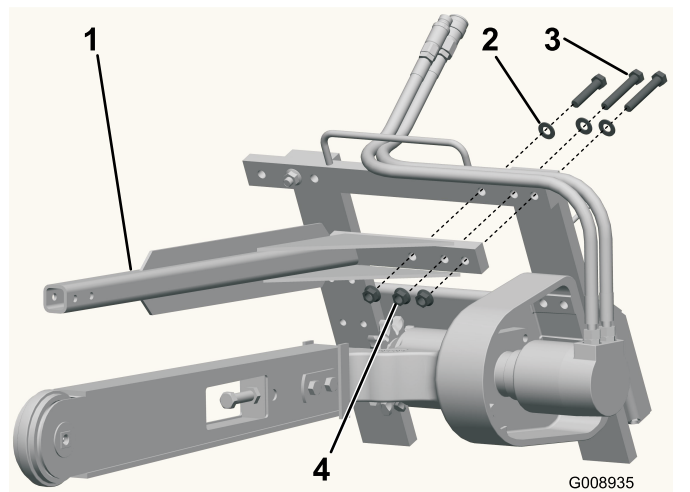

Figura 4
2. Usando i dispositivi di fermo precedentemente rimossi, installate la barra di sicurezza dello scavafossi come illustrato in (Figura 4).
1. Rimuovete i tre bulloni, le rondelle e i dadi flangiati dall'angolo in alto a sinistra del telaio dello scavafossi (Figura 4).